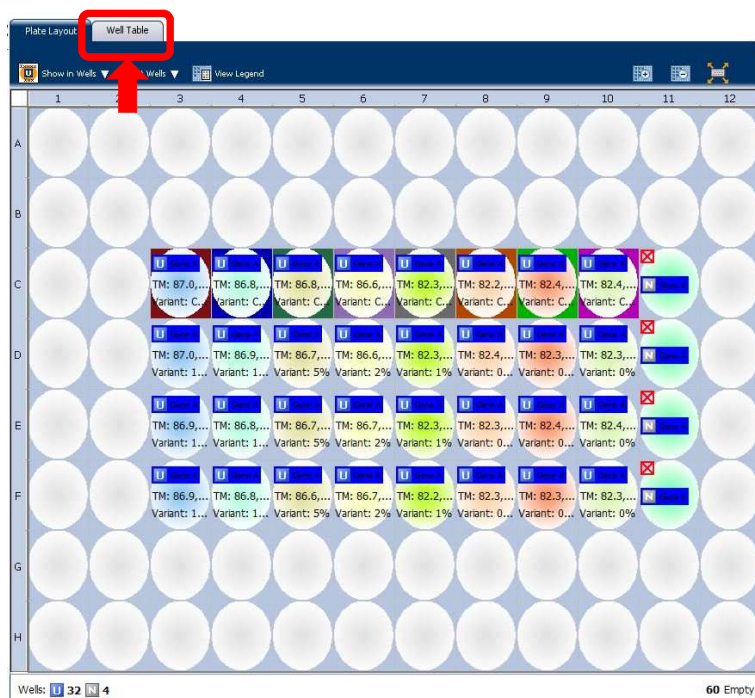

Fig. 10a
Na aba *Analysis*, ao lado direito dos gráficos, está representado o layout da placa (Fig. 10a). Para analisar os dados de silhouette score:
1. Clique na aba *Well Table* (Fig. 10a)